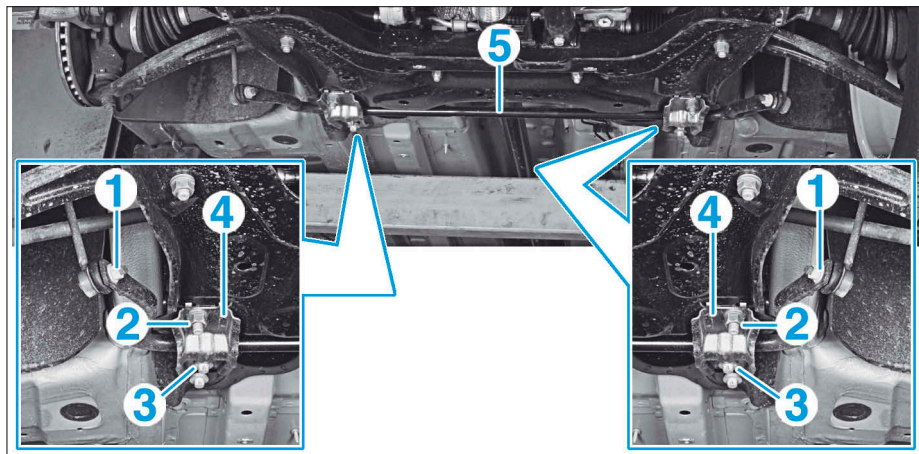

FIG. 7
- les écrous (1) (Fig.7),
- les écrous (2),
- les vis (3),